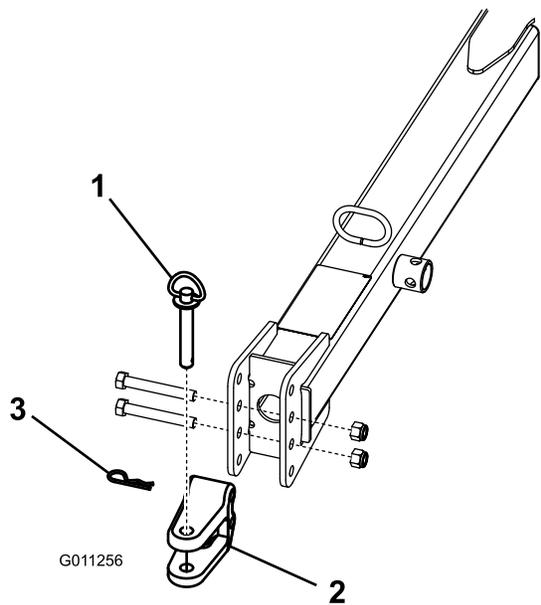

图9
- 卸下将挂钩 U 形销（图9）固定到挂钩牵引杆上的螺栓和锁紧螺母。